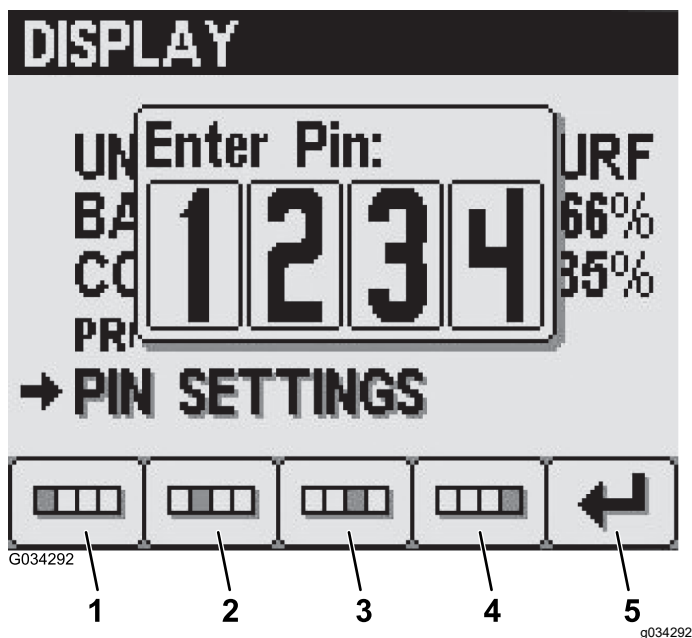

Figura 24
6. Pulse el botón 5 para guardar el ajuste, salir de la pantalla MENÚS PROTEGIDOS y volver a PANTALLA (Figura 24).
3. Pulse los botones 1 a 4 para introducir su código PIN. Cuando termine de introducir el PIN, pulse el botón 5 (Figura 24).
4. En la pantalla Introducir PIN antiguo, pulse los botones 1 a 4 para introducir su código PIN antiguo, y pulse el botón 5 cuando termine de introducir el PIN (Figura 24).